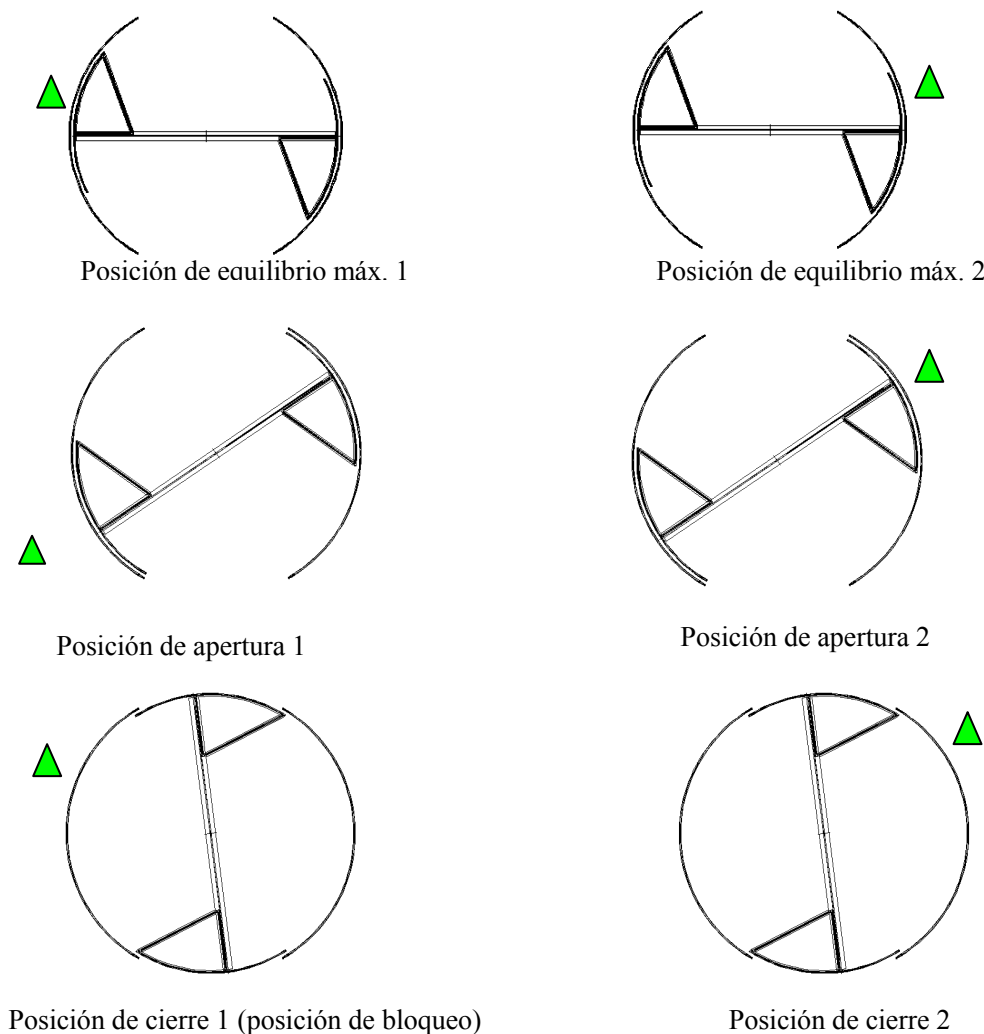

Figura -10
28.4 (II) Ajuste de la posición de bloqueo, posición de apertura, posición de cierre, posición de equilibrio máx. y distancia antiplastamiento; véase la Figura -10.